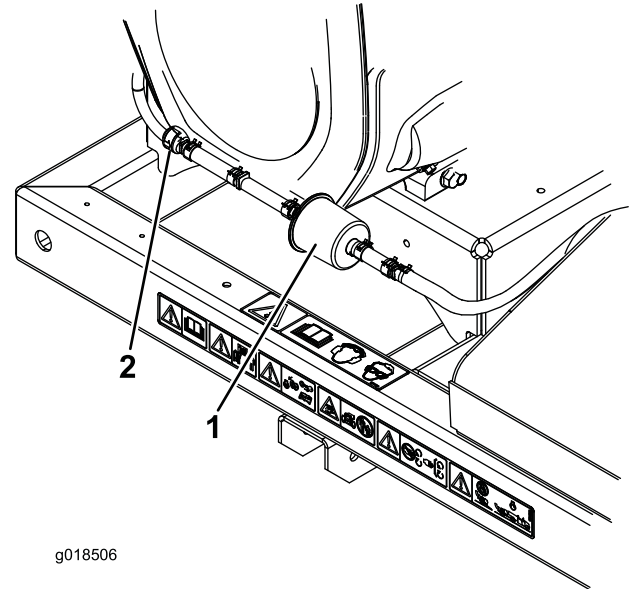

Bild 19
2. Schieben Sie die gefederten Schlauchklemmen an beiden Seiten des Aktivkohlefilters der Entleerungsleitung vom Filter weg (Bild 19).
3. Entfernen und werfen Sie den Aktivkohlefilter weg (Bild 19).
4. Setzen Sie einen neuen Filter in den Schlauch ein; der Pfeil am Filter sollte zum Rückschlagventil zeigen; befestigen Sie ihn mit den Schlauchklemmen (Bild 19).